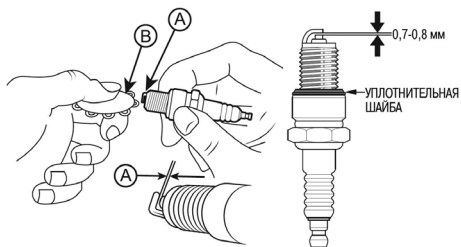

Рис. 42 Обслуживание свечи зажигания
1. Снимите со свечи зажигания колпачок высоковольтного провода и удалите грязь вокруг свечи зажигания (Рис. 42).
4. Измерьте зазор А между электродами свечи зажигания специальным щупом В. Зазор должен быть 0,7-0,8 мм (Рис. 42). При увеличении, или уменьшении требуемого зазора, рекомендуется заменить свечу, так как регулировка зазора может привести к изменению качества искрообразования.